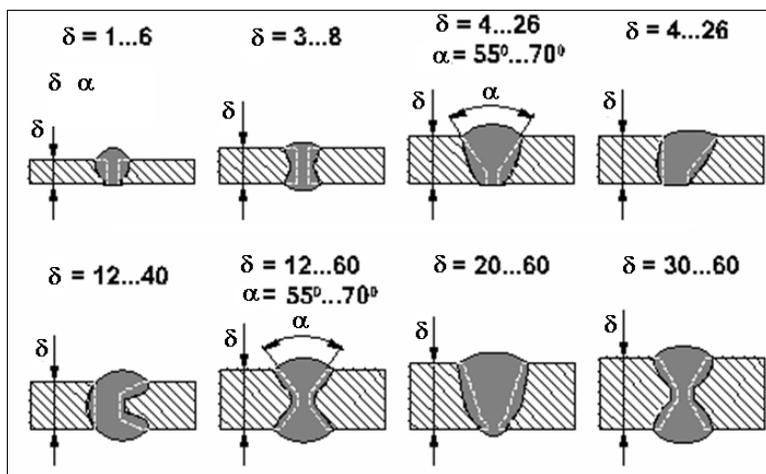

Рис. 5.1
- ♦ *стыковыми*, когда детали привариваются торцевыми поверхностями. Они являются наиболее рациональными, т. к. их прочность равна прочности основного металла. Для практической реализации этих соединений, в зависимости от толщины δ , необходимо обработать соответствующим образом кромки соединяемых деталей (рис. 5.1). При этом форма обрабатываемых кромок способствует более успешному формированию сварного шва, который совпадает по форме с торцевым сечением свариваемых деталей;